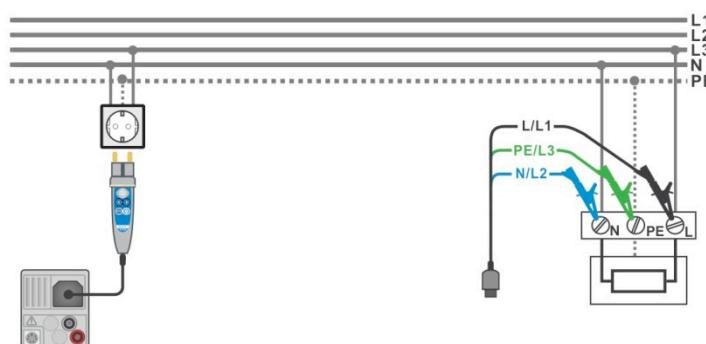

Рисунок 8.10: Измерение АВТО TN.
- ▶ Подключите измерительный кабель или разъем «Commander» к испытываемому объекту, см. **Рисунок 8.10: Измерение АВТО TN.**